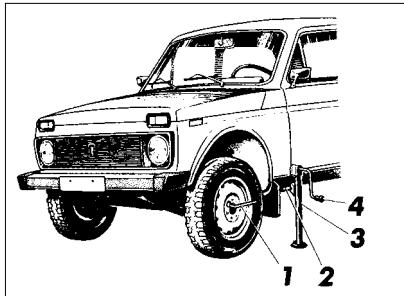

Рис. 41. Подъем автомобиля при замене колес
- ослабьте гайки крепления заменяемого колеса на один оборот комбинированным ключом 1 (рис. 41);